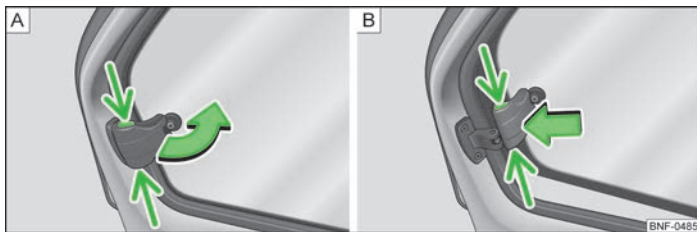

Fig. 19 Ventanilla trasera
- Coger el seguro por el rebaje » fig. 19 -  y abrir la ventanilla en el sentido de la flecha.
- Bloquear la ventanilla en posición abierta a la vez que se presiona el seguro en el sentido de la flecha » fig. 19 - .
- Coger el seguro por el rebaje y tirar de él en sentido contrario al de la flecha » fig. 19 - .
- Cerrar la ventanilla en su posición inicial en sentido contrario al de la flecha » fig. 19 -  hasta que el seguro encastre de forma audible.